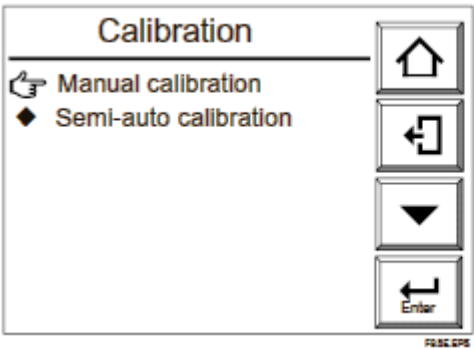

图 9.8 校正显示
- (1) 在基本面板显示中按设置键显示执行/设置显示。然后从执行/设置面板上选择校正。校正显示如图 9.8 所示。